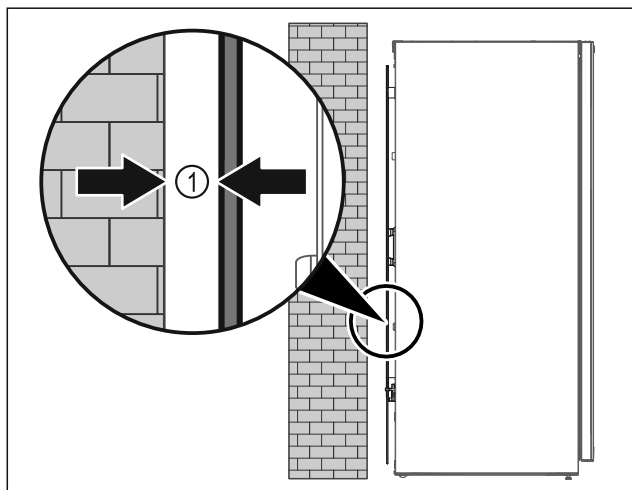

Fig. 8
- Uređaj je moguće postaviti ili slobodno u prostoriji ili izravno na zid na najmanjoj udaljenosti od 5 mm Fig. 8 (1).